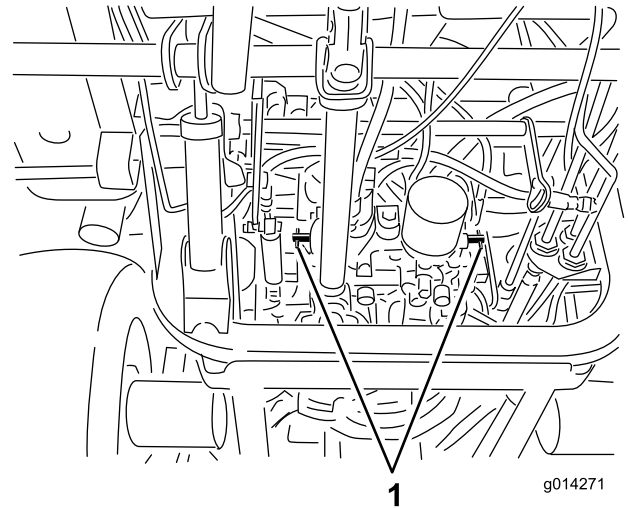

Figure 19
4. Tournez chaque vanne de dérivation d'un tour dans le sens anti-horaire (Figure 19).
Tournez chaque vanne de dérivation d'un tour dans le sens horaire et serrez-les à la main (couple de serrage de 8 Nm approx.) (Figure 19).